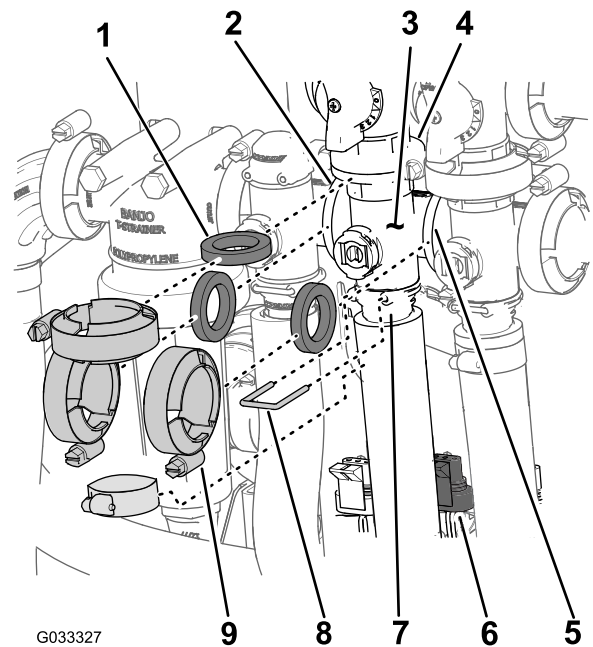

Bild 69
- Entfernen Sie die Klemmen und Dichtungen, mit denen der Verteiler für das Rührwerkventil (Bild 69) am Rührwerksicherheitsventil, Dosierungsregelventil, Hauptabschnittventil und am Adapteranschlussstück (Rührwerkdruckventil) befestigt ist.
- Entfernen Sie den Halter, mit dem das Auslaufanschlusstück am Verteiler für das Rührwerkventil befestigt ist (Bild 69).